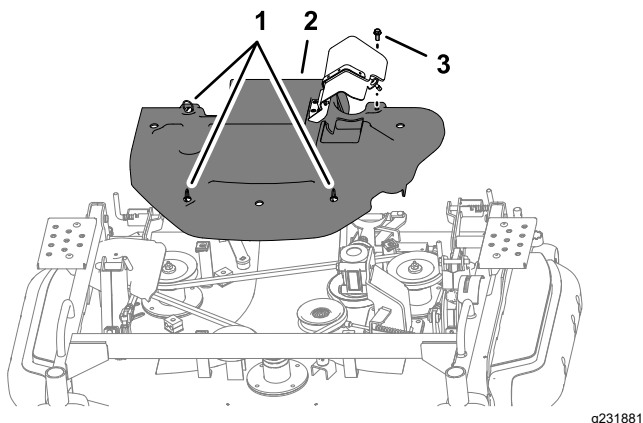

Figura 116
1. Gire las 3 fijaciones de cuarto de giro en sentido antihorario (Figura 116).
2. Afloje el perno (Figura 116).
1. Alinee las fijaciones de cuarto de giro de la cubierta de la correa con las tuercas de clip de la carcasa de corte; consulte la Figura 116 en Retirada de la cubierta de la correa (página 82).
3. Instale el perno en la cubierta de la correa al clip de la tuerca de la carcasa de corte; consulte la Figura 116 en Retirada de la cubierta de la correa (página 82).